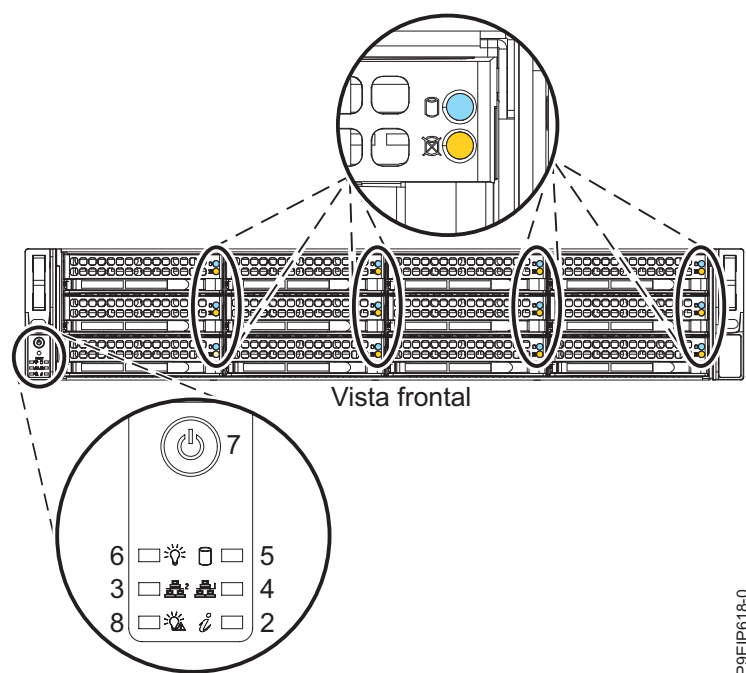

Figura 105. Comutador de energia para o 5104-22C, 9006-22C ou 9006-22P
2. Pressione o botão de energia (7) mostrado na Figura 105 na página 99. Você pode ter que pressionar o comutador por 0,5 a 3 segundos.